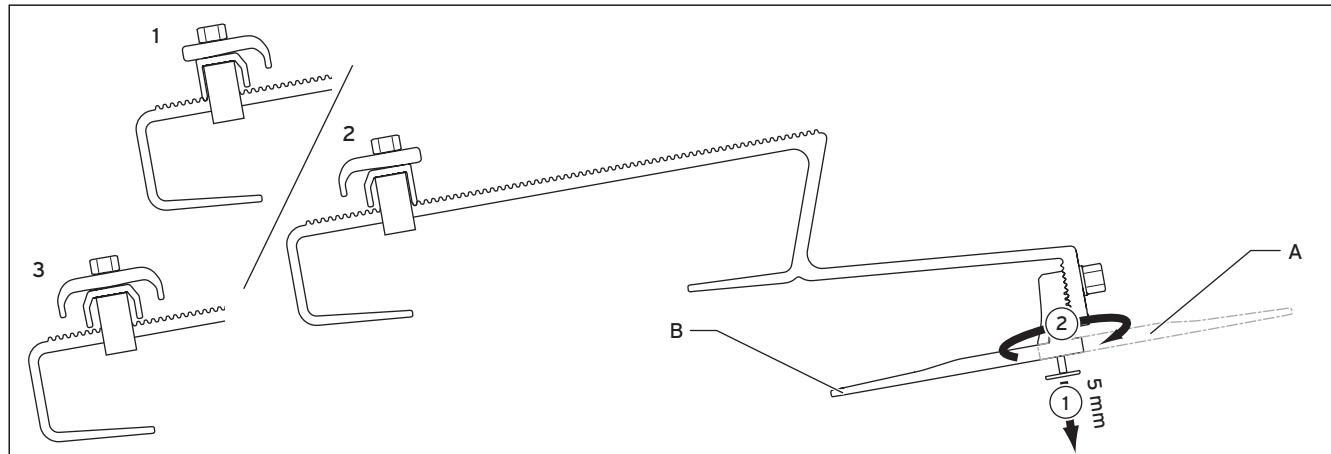

Рис. 5.3 Кровельные анкеры типа Р
2. Позиционируйте кровельный анкер. При этом следите за правильностью положения верхнего, центрального и нижнего кровельного анкера (см. рис. 5.3).
3. Навесьте кровельный анкер на обрешетину. При этом следите за правильностью положения верхнего, центрального и нижнего кровельного анкера (см. рис. 5.3).
- Позиционируйте кровельный анкер. При этом следите за правильностью положения верхнего, центрального и нижнего кровельного анкера (см. рис. 5.3).
- Позиционируйте центральную гайку так, чтобы после насаживания верхней части анкера передняя область наложения прилегала к кровельному покрытию. При этом следите за правильностью положения верхнего, центрального и нижнего кровельного анкера (см. рис. 5.3).